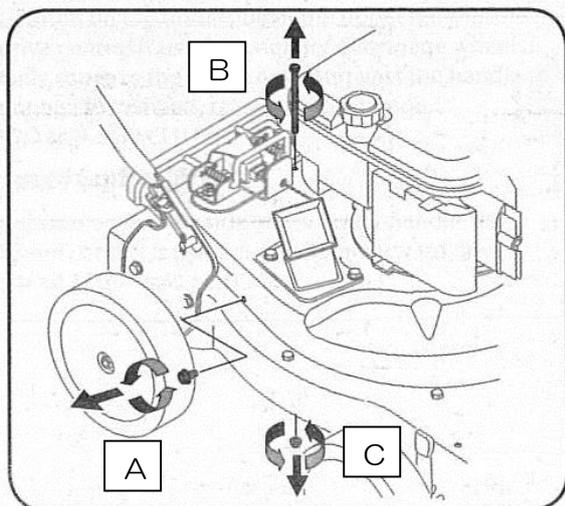

図.8-6
4. スクリーンを横から固定している本体に向かって左側のタッピングスクリューを取り外します。(図.8-6-A)
5. スクリーンを上から固定している、排出口上部の本体に向かって右側(ロックロッドの右下)の六角スクリュー(図.8-6-B)と、そのスクリューを下から固定しているフランジロックナット(図.8-6-C)を外します。